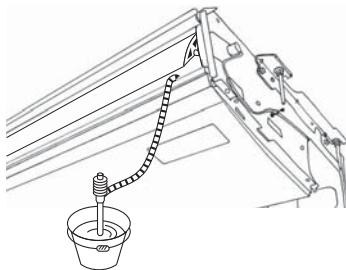

Fig. 5-3
- Üniteyle birlikte verilen ek yeri soketini ⑤, ünite üzerindeki drenaj deligiye vinil klorit yapıştırıcıyla tespit edin.
- Üniteyle birlikte verilen soket kapağını ⑥ ek yeri soketine ⑤ tespit edin.
- Saha drenaj borularını (VP-20), vinil klorit yapıştırıcıyla ek yeri soketine ⑤ tespit edin.
- Üniteyle birlikte verilen drenaj borusu kapağını ⑦ sarın. (Dikiş yeri bantlaması)
① Drenaj kabi
② Drenaj borusu
③ Soket kapağı ⑥
④ Ek yeri soketi ⑤
⑤ Drenaj borusu kapağı ⑦
⑥ Sokma uzunluğu 37 mm.dir
- Drenajın doğru olup olmadığını kontrol edin. (Fig. 5-3)